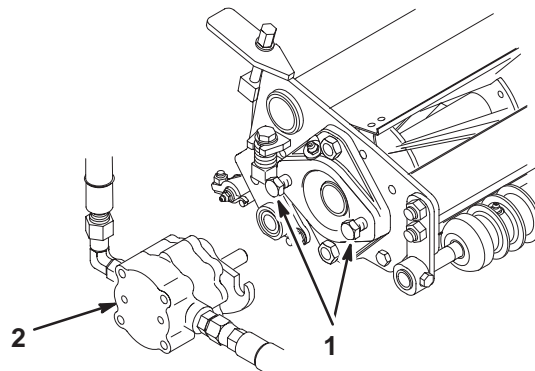

Bild 14
7. Bringen Sie die Befestigungs-Kopfschrauben an, mit denen die Spindelantriebsmotoren an jedem Schneidwerk befestigt werden. Lassen Sie ungefähr 13 mm Gewinde an jeder Befestigungs-Kopfschraube sichtbar (Bild 14).
10. Fetten Sie die Keilwelle des Motors mit frischem Fett ein und bringen den Motor durch Drehen im Uhrzeigersinn an, so dass die Motorflansche von den Bolzen entfernt sind. Drehen Sie den Motor entgegen dem Uhrzeigersinn, bis die Flansche die Bolzen umhüllen. Ziehen Sie die Befestigungs-Kopfschrauben fest (Bild 14).